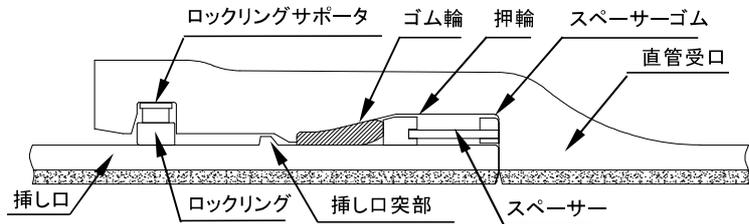

図4.19-1 直管の継手構造
(3) R方式（呼び径1500～2600）（図4.19-1）